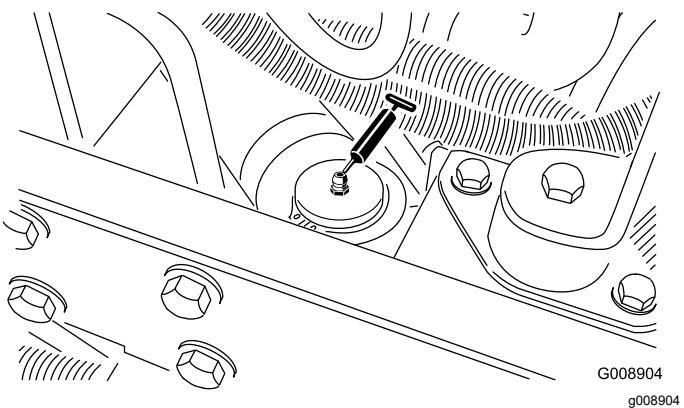

Рисунок 47
- Гидроцилиндр рулевого механизма (Рисунок 47).